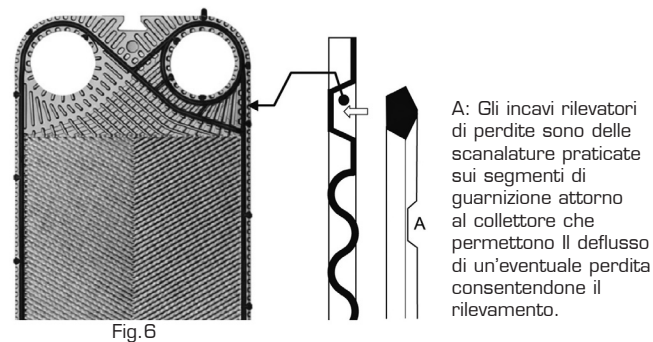
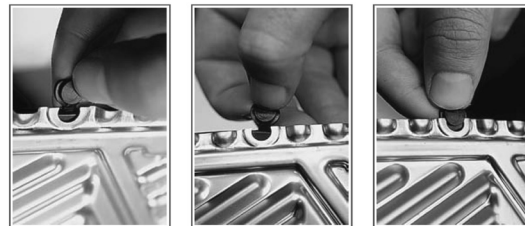

Fig. 6
Fig. 7
- Fissare la guarnizione sulla piastra (Fig. 6), fare attenzione che gli incavi per la rilevazione di perdita fluido "A", siano rivolti verso l'alto e controllare che i Plug-In® siano agganciati nelle rispettive sedi (Fig.7). Controllare che la guarnizione sia correttamente inserita nella propria sede, quindi capovolgere la piastra quale ulteriore verifica che tutti i Plug-In® siano stati ben posizionati.